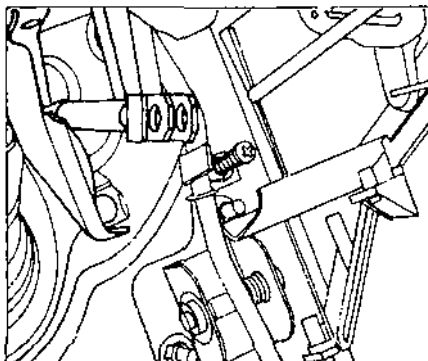

Рис. 7.13.
- открутив гайку, снять ось педали тормоза, а затем возвратную пружину и педаль тормоза (рис. 7.13);